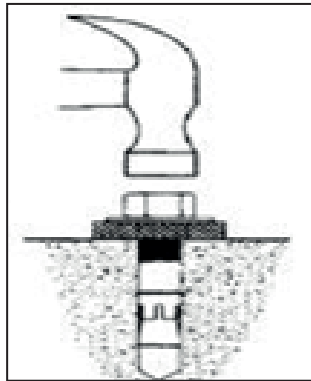

Figure 20
- Utilisez un marteau léger pour placer les boulons dans les trous (l'arrêt central des boulons d'ancrage ne doit pas être installé, ce doit être fait seulement après l'alignement de la machine) (figure 20).